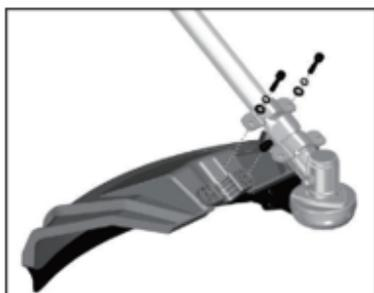

Fig.3-1
1. Coloque a proteção no acessório. (fig. 3-1)